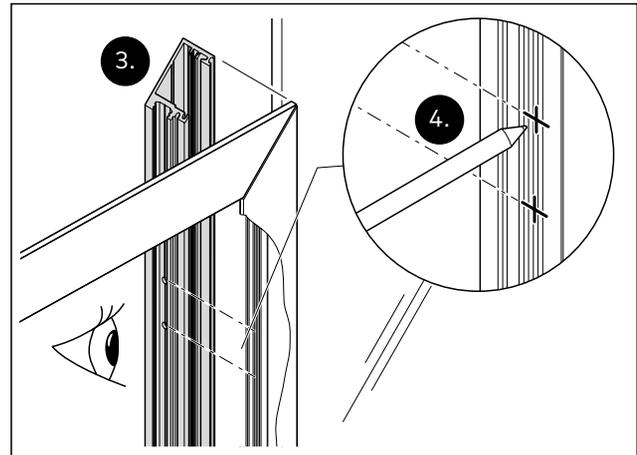

Abb. 32 Die Position der Fixierer aus Sicht der Bandgegenseite bestimmen
- Die Deckprofile für die Zarge auf der Bandseite an das Grundprofil für die Zarge halten (Abb. 32).